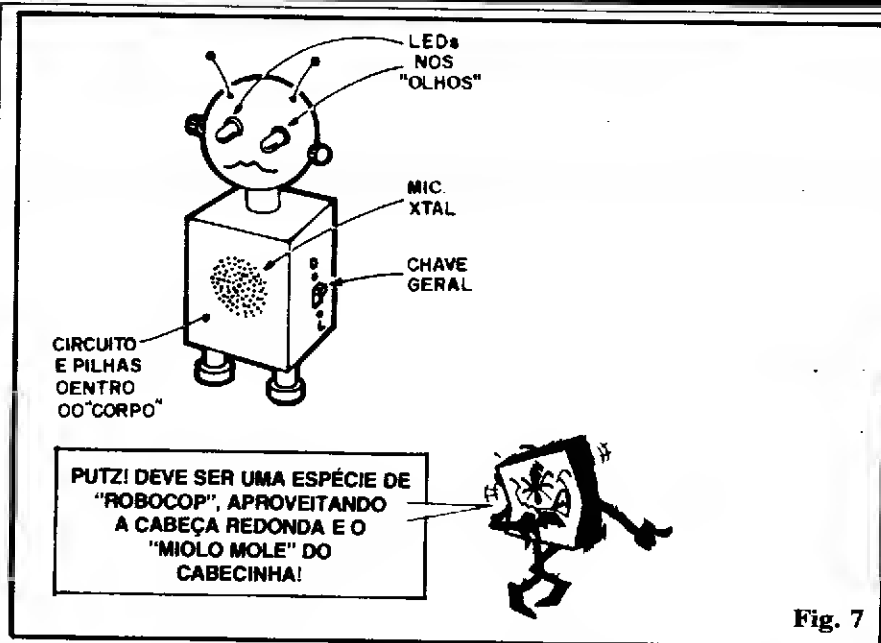

Fig. 7
- **FIG. 7** - Sugestão para "acabamento" ou adaptação do circuito a um brinquedo "feito em casa" ou comprado pronto... A ilustração baseia-se no "aproveitamento" de um pequeno "robô", porém muitas outras possibilidades "estéticas" existem (a imaginação do Leitor/Aluno é o limite...). Como são dois os LEDs que manifestam a Sáfda do circuito, nada mais lógico que, numa figura de animal, pessoa ou robô, estes sejam aplicados aos olhos do personagem... A cápsula de microfone pode ficar em qualquer ponto conveniente do "corpo", e, embutidos neste, a placa do circuito e as pilhas... O interruptor (chave H-H mini) pode ser posicionado numa das laterais, ou na traseira do boneco...